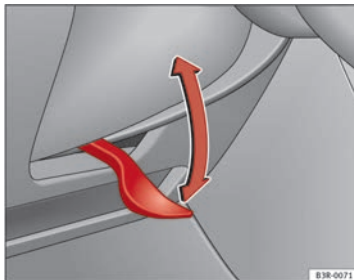

Abb. 132 Hebel unter der Lenksäule
- Schwenken Sie den Hebel ⇒ Abb. 132 nach unten ⇒ ⚠.